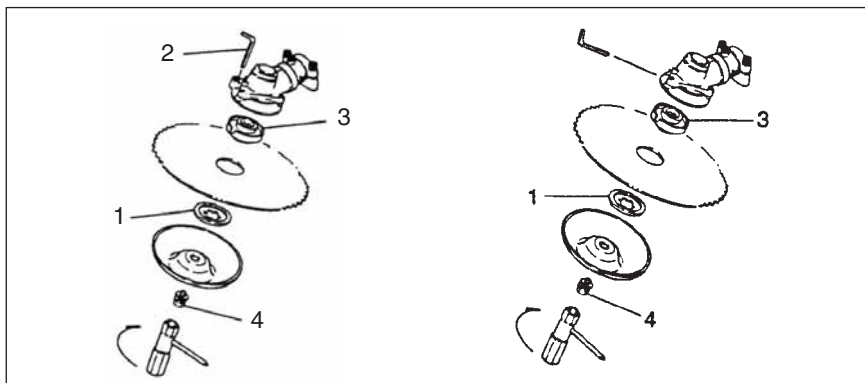

Рис. 1-10
#### Монтаж режущего лезвия (Рис. 1-10, 10B)
Если Ваше устройство закреплено гайкой и снабжено шплинтом, то при каждом монтаже лезвия необходимо устанавливать с новым шплинтом (5). (Рис. 1-10 C)